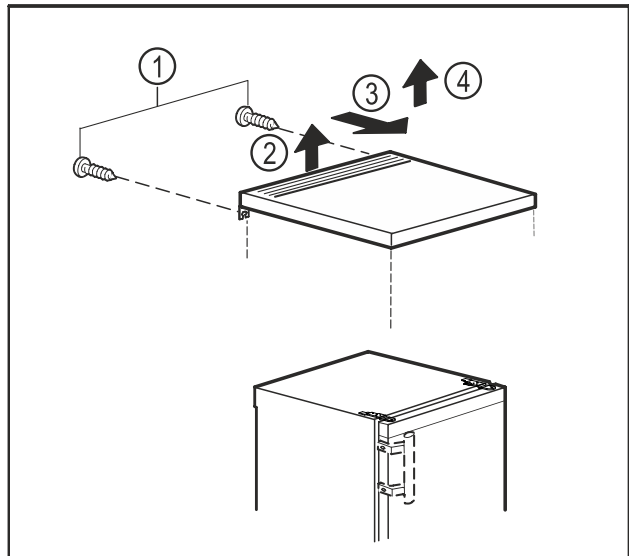

Fig. 9
- ▶ Odstraňte šrouby na zadní straně. Fig. 9 (1)
- ▶ Zvedněte stolovou desku vzadu. Fig. 9 (2)
- ▶ Stolovou desku posuňte dopředu. Fig. 9 (3)
- ▶ Stolovou desku vyjměte nahoru. Fig. 9 (4)